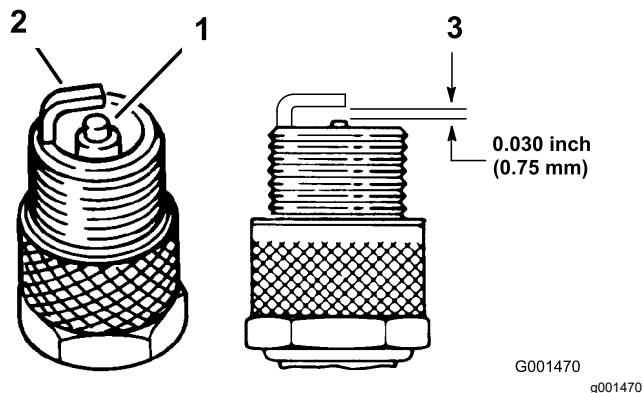

図 41
4. 電極 (側面と中央) と碍子の状態を点検する(図 41)。
5. 図 41 のように、電極間のエアギャップを 0.762 mm に調整する。